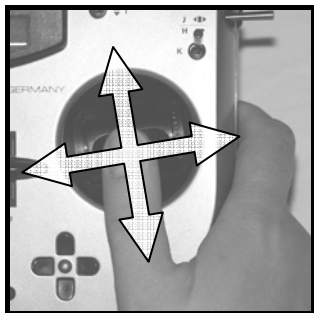

Abb. 9.4.7.1.
- Die 3 TORX-Schrauben des entsprechenden Knüppelaggregates mit dem TORX-Schraubendreher T6 (innen im Senderboden eingeklipst) lockern (→ Abb. 9.4.7.2.), bis sich das Aggregat drehen lässt.